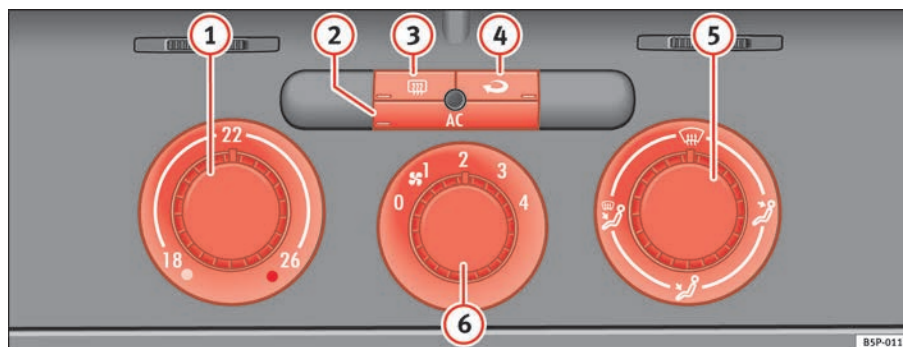

Fig. 129 Mandos del Climatic en el tablero de instrumentos
- Con los reguladores ⇒ fig. 129 ① y ⑤ y con el mando ⑥ se regula la temperatura, la distribución del aire y la velocidad de la turbina.
- Pulse la tecla ②, ③ o ④ para activar o desactivar la función correspondiente. Cuando la función está activa, la ventana situada en la esquina inferior de la tecla se ilumina.
- ① Regulador de temperatura ⇒ página 162
② Tecla **AC** – Encender o apagar el grupo refrigerador ⇒ página 162
- ③ Tecla – Luneta térmica. Esta función se apaga automáticamente aproximadamente 20 minutos después de haberla conectado. Se puede desconectar antes pulsando de nuevo la tecla.
- ④ Tecla – Recirculación de aire ⇒ página 164
- ⑤ Regulador de la distribución de aire ⇒ página 162
- ⑥ Mando de la turbina. El caudal de aire tiene 4 niveles de ajuste. La turbina debería funcionar siempre en el nivel más bajo cuando se circule a poca velocidad. ▶
- Encienda el climatizador con la tecla ⇒ página 161, fig. 129